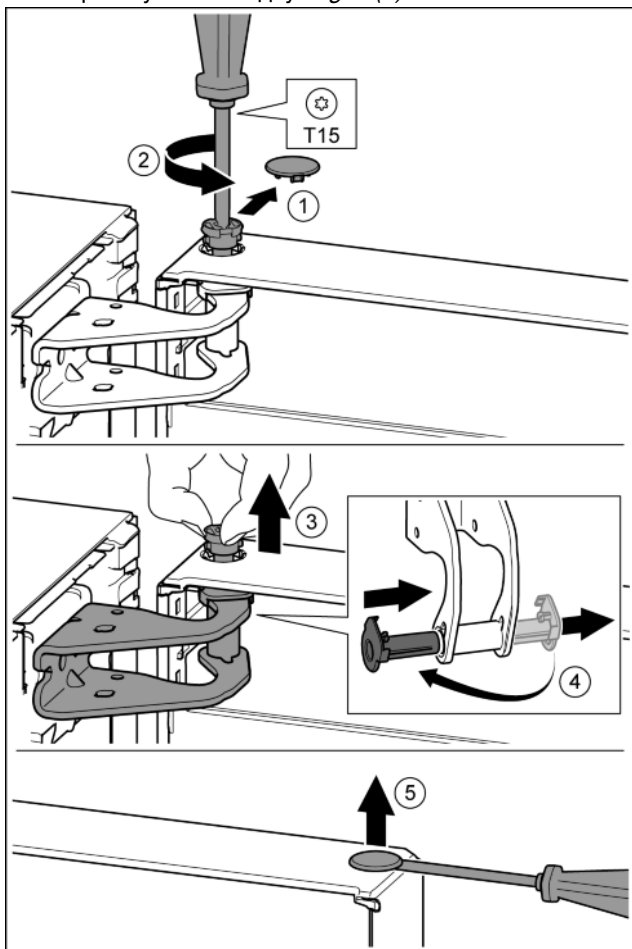

Fig. 9
- ▶ Обережно зніміть запобіжну кришку. *Fig. 9 (1)*
- ▶ Трохи викрутіть гвинт за допомогою викрутки T15. *Fig. 9 (2)*
- ▶ Притримуйте дверцята і витягніть палець руками. *Fig. 9 (3)*
- ▶ Витягніть із прямої опору втулку. Встановіть і зафіксуйте з іншого боку. *Fig. 9 (4)*
- ▶ За допомогою шліцевої викрутки обережно підійміть пробку із опорного втулка дверцят та витягніть її. *Fig. 9 (5)*